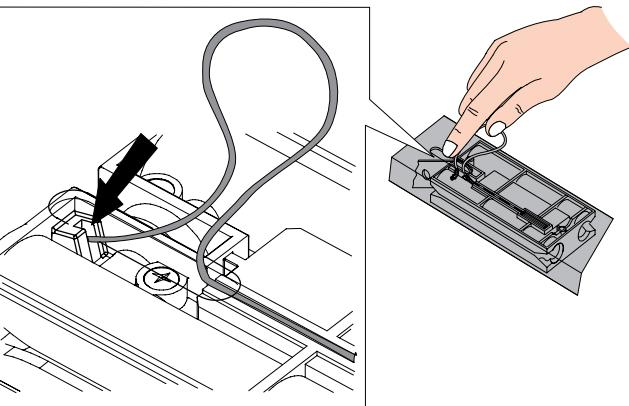

Рис. 11
- Подведите каретку к вырезу в направляющей, так чтобы отверстие для троса совпало с вырезом. (Fig. 11).